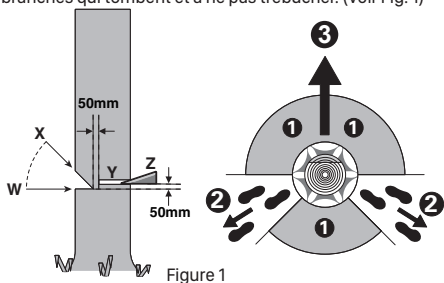

Figure 1
Prévoir et dégager un chemin d'évacuation autant que nécessaire avant de commencer les coupes. Le chemin d'évacuation doit s'étendre à l'arrière et diagonalement derrière la ligne de chute prévue comme illustré à la Figure 1. Avant de commencer l'abattage, prendre en considération l'inclinaison naturelle de l'arbre, la position des plus grandes branches et le sens du vent pour évaluer la façon dont l'arbre tombera.
Pratiquez une entaille égale à 1/3 du diamètre de l'arbre, perpendiculaire à la direction de chute comme illustré à la Figure 1. D'abord effectuer l'entaille horizontale (W). Cela évite que la chaîne ou la barre de guidage ne se coince pendant l'exécution de la deuxième entaille (X).
Pratiquez une coupe d'abattage (Y) d'au moins 50 mm plus grande que l'entaille horizontale comme illustré à la Figure 1. Effectuer la coupe parallèlement à l'entaille horizontale. Scier de façon qu'il reste un dos (latte de coupe) qui sert de charnière. Cette charnière évite que l'arbre ne tourne et tombe dans la mauvaise direction. Ne pas scier complètement le dos.
Lorsque l'arbre commence à tomber, sortir la tronçonneuse de la coupe, l'arrêter, la poser par terre et quitter la zone de danger par la voie d'issue prévue (2). Faire attention aux branches qui tombent et à ne pas trébucher. (Voir Fig. 1)